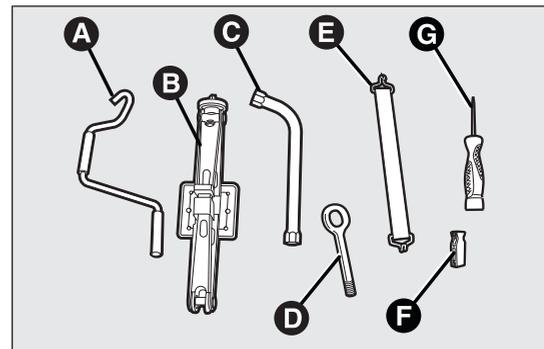
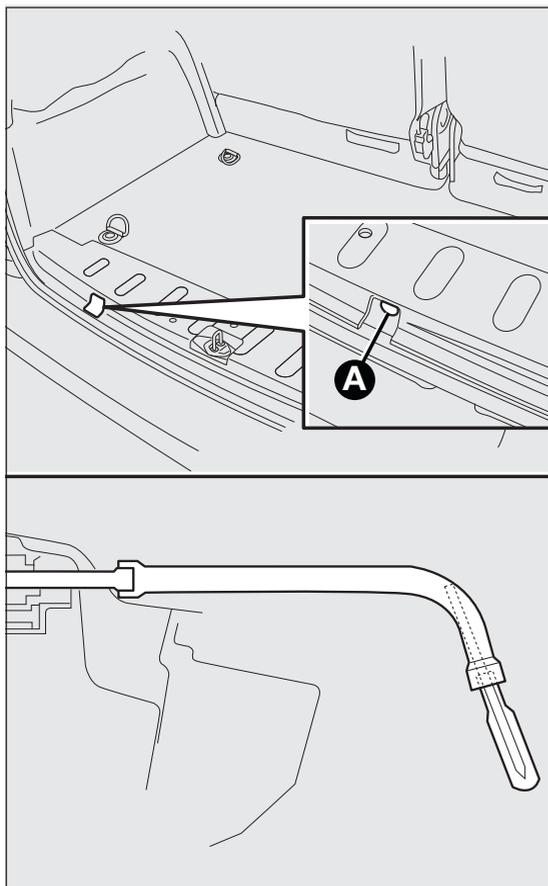
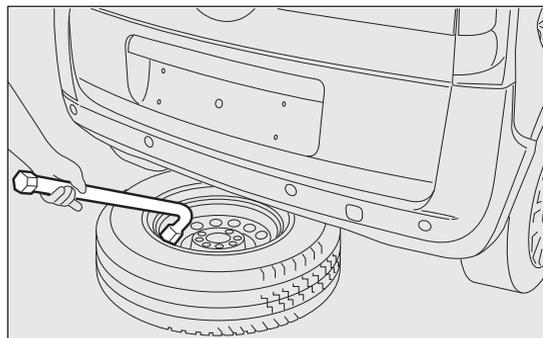

fig. 117
fig. 118
fig. 119
- all'interno della borsa sono contenuti i seguenti attrezzi fig. 117:
- prelevare la chiave C fig. 117 e, agendo dall'interno del vano di carico, svitare il bullone di bloccaggio supporto ruota di scorta A fig. 118 in modo da consentire la discesa di quest'ultima. Per ridurre lo sforzo inserire il cacciavite G fig. 117 nella sede ricavata all'interno della chiave C;
- utilizzare la chiave C fig. 117 per trascinare la ruota fuori dal veicolo fig. 119;
- allentare di circa un giro i bulloni di fissaggio della ruota da sostituire, utilizzando la chiave C fig. 117;
- risolvere la ruota riavvitando il bullone di bloccaggio A fig. 118;